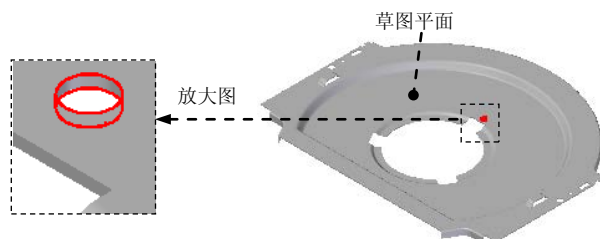

图 8.5.34 法向除料特征 4
(1) 选取要镜像的特征。选取 Step11 和 Step12 所创建的特征为镜像源。
(2) 选择命令。单击“主页”功能选项卡“阵列”工具栏中的 **镜像** 按钮。
(3) 定义镜像平面。选取右视图 (YZ) 平面为镜像平面。
(4) 单击 **完成** 按钮, 完成特征的创建。
Step14. 创建图 8.5.34 所示的法向除料特征 4。
(1) 选择命令。在“主页”功能选项卡“钣金”工具栏中单击 **打孔** 按钮, 选择 **法向除料** 命令。
(2) 定义特征的截面草图。
① 选取草图平面。在系统 **单击平的面或参考平面。** 的提示下, 选取图 8.5.34 所示的模型表面为草图平面。